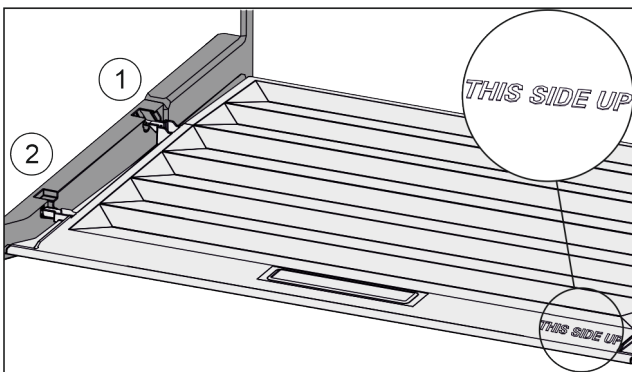

Fig. 83
- ▶ Introduceți nervura capacului prin orificiul suportului posterior Fig. 83 (1) și înclichetați-l în față în suport Fig. 83 (2).